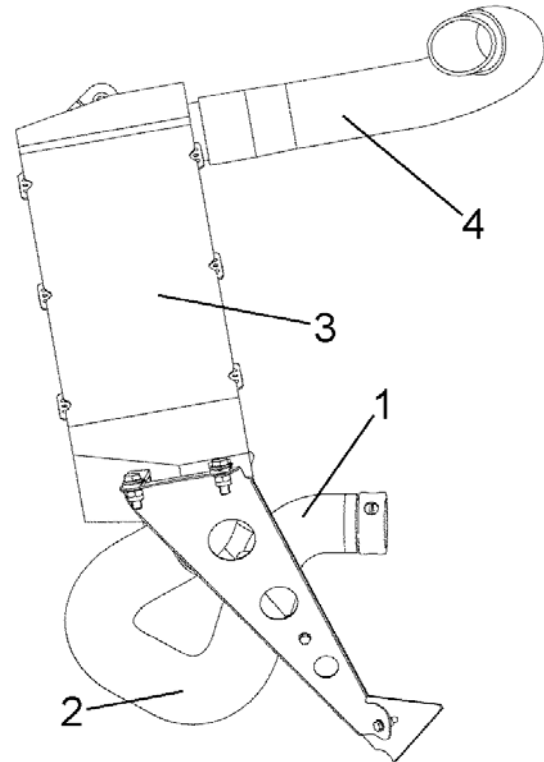

Bild 2 / Figure 2
3. Die Schlauchklemmen des Luftauslassschlauches am Ladeluftkühler und an der Ansaugbrücke lösen. Siehe Bild 2.
1. Detach the clamps of the air outlet hose at the intercooler and the intake manifold. See Fig. 2.
3. *Detach the clamps of the air outlet hose at the intercooler and the intake manifold. See Fig. 2.*